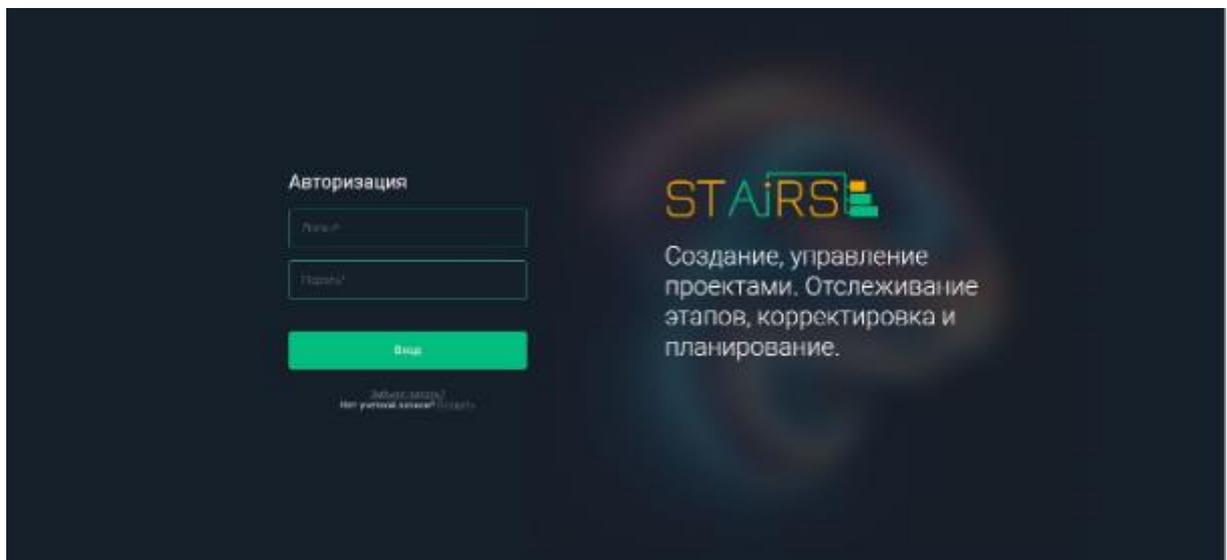

Рисунок 1 – Страница авторизации системы STAIRS
- b. С целью обеспечения безопасности и конфиденциальности работы каждому пользователю необходимо пройти процедуру регистрации и авторизации. Авторизация обеспечивает безопасность проектных данных. В поля формы вводятся логин и пароль, предоставленные при регистрации или назначенные администратором системы (рисунок 1).